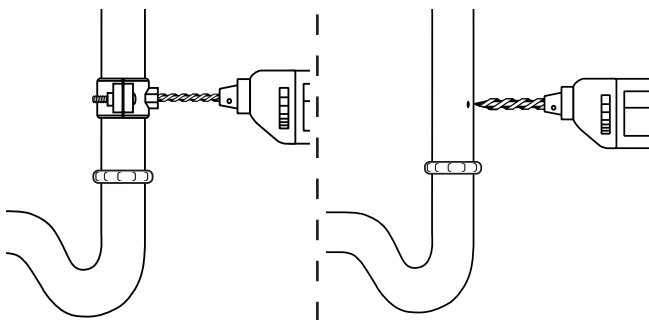

Figure 37
4. En utilisant le trou d'ajustement du collier de serrage comme guide, percez un trou de 1/4 po (0,6 cm) sur un côté du tuyau d'évacuation. Voir la Figure 37.